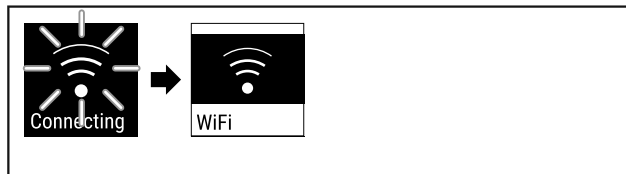

Fig. 76
- ▶ Si stabilisce una connessione (vedere Fig. 76).